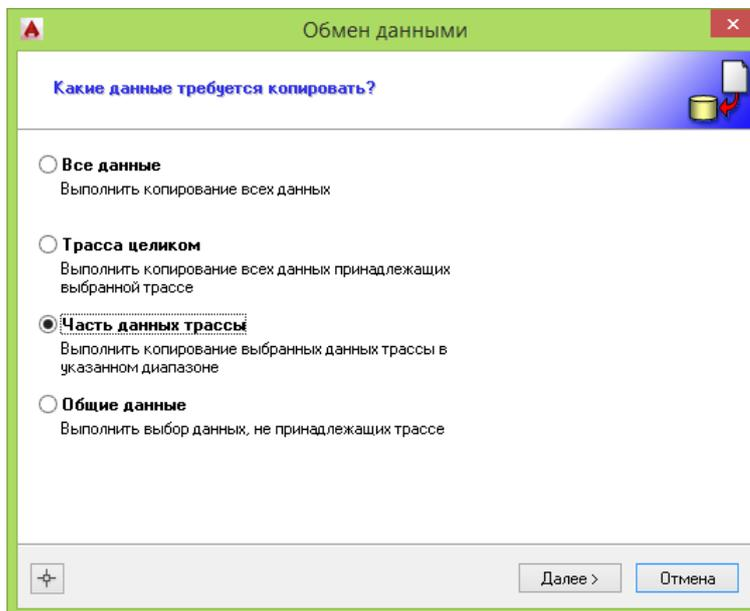

Рис. 13. Обмен данными - выбор данных.
4. *Примечание.* Если длина трассы была изменена, необходимо выбрать режим копирования *Часть трассы* (см. Рис. 13) и включить флажок *Обновить диапазон чертежа*. В результате чертеж будет перерисован с учетом «новой» длины трассы.